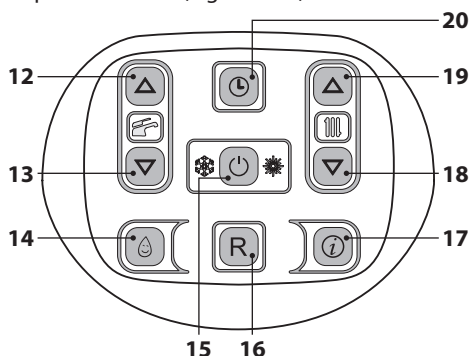
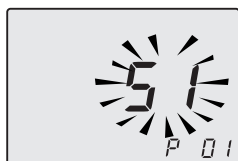

Figura 9.29
Figura 9.30
- Entrare in "modalità programmazione" premendo contemporaneamente per 10 secondi i tasti 15 - 18 - 19 (Figura 9.29) fino a far apparire sul display LCD le lettere **P01** che si alternano con il valore del parametro (51=M260.1616 SV/T, 52=M260.2025 SV/T o 55=M260.3035 SV/T), indicanti l'entrata nel "parametro 01" (Figura 9.30).